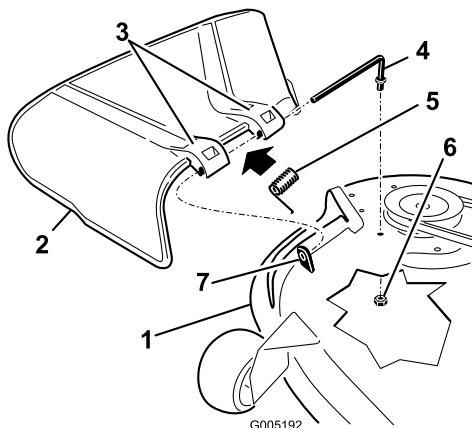

Figura 48
1. Localice los elementos mostrados en la Figura 48.
2. Retire la tuerca (3/8 pulg.) de la varilla (debajo del cortacésped) (Figura 48).
3. Deslice la varilla para retirarla del espaciador corto, de la arandela de freno interna, del muelle y del deflector de hierba (Figura 48). Retire el deflector de hierba dañado o desgastado.
4. Cambie el deflector de hierba y la arandela de freno interna (Figura 48).
soporte del deflector de hierba y por la arandela de freno interna (Figura 48).
7. Introduzca la varilla, en la parte delantera del deflector de hierba, por el espaciador corto de la plataforma. Fije el extremo trasero de la varilla en el cortacésped con una tuerca (3/8 pulg.) (Figura 48).